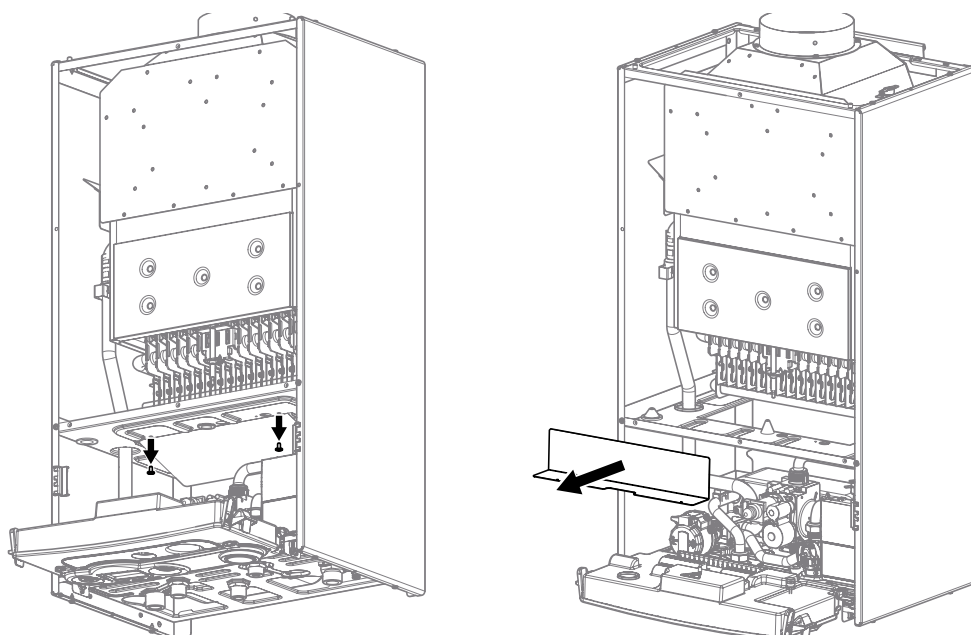

Fig. 18 *Déflecteur*
- Enlever le déflecteur en desserrant les 2 vis qui le fixent au châssis (voir Fig. 18 Déflecteur).